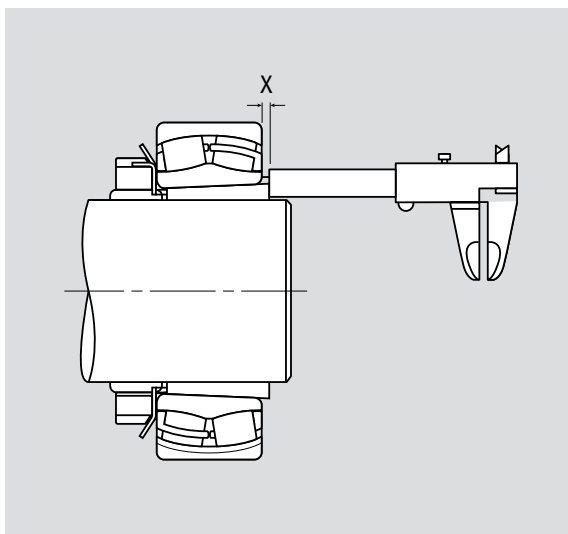

Fig. 3
5. Mida la distancia "X" como se muestra en la **Fig. 3**.